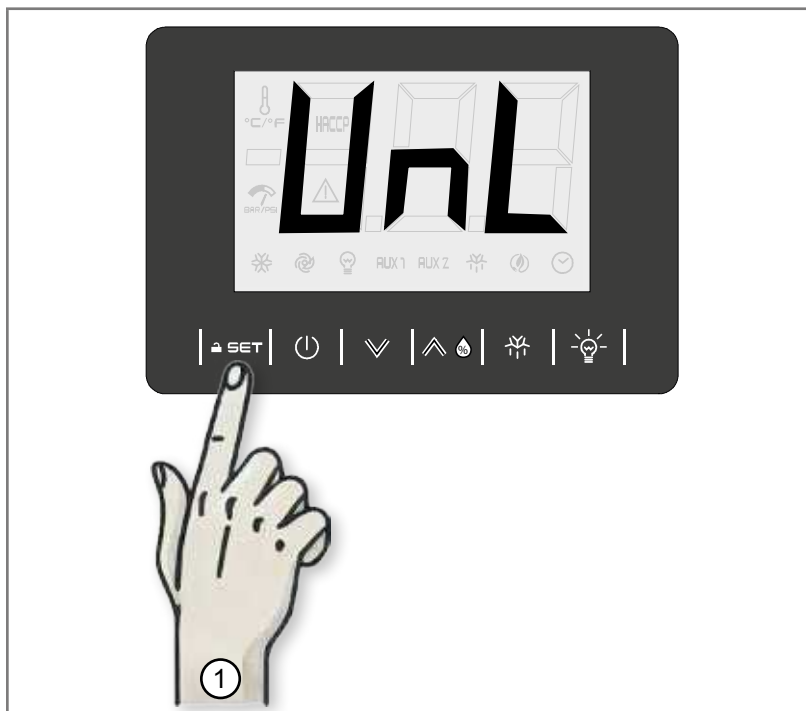

Abb. 5.3 ~~Sperr~~ Tastatur
1. Öffnen des Tastatursperren-Menüs (Abb. 5.3): Auf dem Display wird „UNL“ angezeigt
in der Abbildung 5.3.C. Ent-